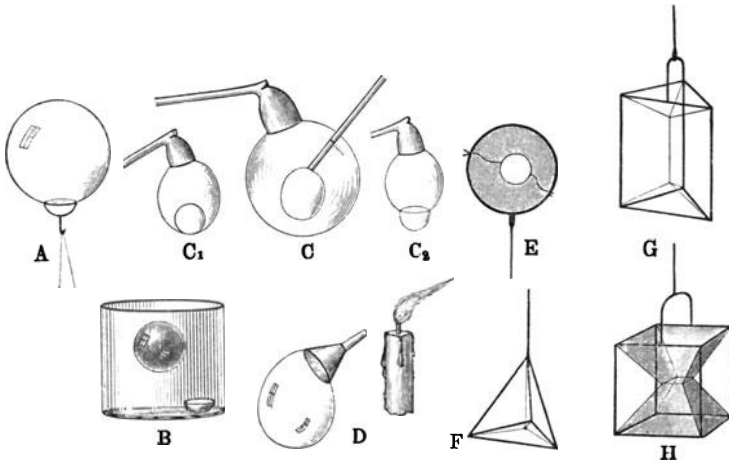

Fig. 45. Allerhand Versuche mit Seifenblasen.
Die Steigkraft derart mit Leuchtgas gefüllter Blasen ist bei einiger Größe so bedeutend, daß sie noch etwas Last mit empor zu nehmen vermögen. Freilich darf sie nicht groß sein und die Befestigungsvorrichtung muß möglichst leicht gehalten werden. Sie besteht (Fig. 45, A) aus einem 1 bis 1,5 cm im Durchmesser haltenden Ring von ganz dünnem Kupfer-, Messing- oder Aluminiumdraht, von dem zwei gegenüberliegende Punkte durch einen womöglich noch dünneren Drahtbügel verbunden sind. Ist der Draht ring vorher gut mit Seifenwasser angefeuchtet, so kann man ihn neben dem (aufwärts gerichteten) Pfeifenkopf behutsam an die Blase setzen, wo er haftet, ohne die Seifenhaut zu zerstören. Ein kleines Streifen Papier oder ein winziges Männchen aus demselben Material kann, auf dem Bügel reitend, als Passagier mitgehen, dem allerdings das grausame Schicksal bevorsteht, mitsamt seiner Gondel aus hoher Luft herabzustürzen, sobald der Ballon zerplatzt.
Um eine Seifenblase auch ohne Gasfüllung schwebend zu erhalten, können wir wie folgt verfahren. Auf den Boden eines großen Weißbierglases (Fig. 45, B) wird ein kleines Schälchen gestellt und mit Marmorbruchstücken gefüllt. Marmorabfall erhält man in jedem Steinmeggeschäft, das sich etwa mit der Anfertigung von Friedhofdenkmälern abgibt, oder auch in Handlungen für chemischen Bedarf, fast umsonst. Dann gießt man in ein kleines Gläschen zu zehn Teilen Wasser einen Teil Salzsäure — nicht umgekehrt — und schüttet die Mischung über die Marmorstückchen. Sofort beginnt ein ziemlich starkes Kochen und Aufbrausen. Man vermeidet nun, das Weißbierglas dem Luftzug auszusetzen oder gar hineinzublasen, sondern läßt es ganz ruhig stehen, bis das Brausen einigermaßen nachgelassen hat.
Ein Glasröhrchen von etwa 25 cm Länge und 3 mm Durchmesser, dessen Ränder rundgeschmolzen sind (S. 14), wird in ein Wasserglas mit Seifenlösung gestellt, bis es diese an der eingetauchten Oberfläche gut angenommen hat und darauf durch die Haut einer Seifenblase gestoßen, die zu mäßiger Größe vorher mit der gewöhnlichen Tonpfeife aufgeblasen wurde (Fig. 45, C). Man kann nun durch Blasen in das Röhrchen mit Leichtigkeit eine zweite Seifenblase in der ersten erzeugen und durch ein ruckartiges Zurückziehen des Glasröhrchens von diesem befreien. Sie fällt dann auf den Boden der großen Blase, wo sie liegen bleibt wie der Apfel im Korbe (Fig. 45, C₁). Ein leichter Ruck an der Tonpfeife und die kleine Seifenblase fällt durch die Wandung der großen hindurch, bleibt aber außen als kleine Gondel hängen (Fig. 45, C₂).
Man bläst eine Seifenblase über der Öffnung eines kleinen Trichters von Glas oder von Metall, was leicht gelingt, wenn man gleich in den Trichter bläst, sobald er aus der Seifenlösung genommen ist. Hat die Blase die Größe eines kleinen Apfels erreicht, so bringt man die Öffnung des Trichters vor ein brennendes Licht (Fig. 45, D) und bemerkt dann sofort, daß die Flamme von einem aus der Mündung dringenden Luftstrom zur Seite geblasen wird. Man sieht auch, wie der Luftstrom immer stärker wird, und muß daraus schließen, daß der Druck der Kräfte in der Seifenhaut mit schwindender Oberfläche wächst.
Wir sind gewohnt, die Seifenhaut zur Kugel geformt zu sehen, sie läßt sich aber ebenso gut in andere Formen bringen. Dreht man beispielsweise einen 4 cm im Durchmesser haltenden Ring aus Draht zusammen (Fig. 45, E) und taucht ihn an einem Stiel ganz und gar in Seifenlösung, so zeigt er sich mit einer völlig ebenen Seifenhaut überzogen, die, gegen das Licht betrachtet, klar ist wie eine Fensterscheibe. Im auffallenden Licht erscheinen auf ihr, von oben nach unten wandernd, die Regenbogenfarben. Daß auch diese Haut sich durch Spannung verkleinern will, kann auf überraschende Weise gezeigt werden. Ein Seidenfaden, dessen mittleres Stück doppelt ist, wird etwas locker über den Ring gespannt und mit diesem zugleich in die Seifenlösung getaucht. Er bleibt dann in einer schlaffen Linie auf der sich bildenden Seifenhaut liegen. Stößt man jedoch mit einer trockenen Nadel in die mittlere Schlinge hinein und zerstört hier die Haut, so springt diese zu einem Kreis auf, d. h. die unverletzte Seifenhaut zieht
sich so weit zurück und verkleinert sich so weit, als es eben nur möglich ist (Fig. 45, E).
Gibt man den Drahtfiguren ein vielgestaltigeres Aussehen, so sind die entstehenden Seifenhäutchen gezwungen, sich einerseits an den Drähten, andererseits untereinander festzuhalten. Es müssen dann regelmäßige Figuren entstehen, weil die Drahtkörper regelmäßig gebildet sind. Sie erregen durch die Genauigkeit ihres Baues, durch die Schärfe der Kanten und Winkel Staunen und Bewunderung zugleich. Ist der Drahtkörper eine dreiseitige Pyramide (Fig. 45, F), so laufen von jeder der sechs Kanten Seifenhäutchen nach der Mitte hin. Je drei treffen in einer gemeinsamen Kante zusammen. Bei einem Prisma ist die Gliederung noch reicher, da sich die auf der Grundfläche erhebende flache Pyramide oben, hier natürlich mit abwärts gerichteter Spitze, noch einmal wiederholt und das ganze System daher zwei Knotenpunkte aufweist, in denen die Kanten zusammenlaufen (G). Das reizvollste Gebilde liefert ein Würfel, in dessen Mitte ein Quadrat aus Seifenhaut von acht anderen, schräg nach oben und unten laufenden, Häutchen ausgespannt wird (H).